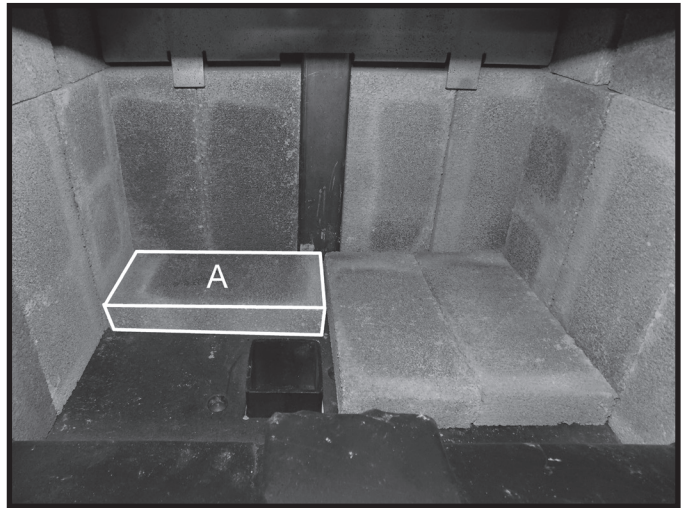

Figure 19: Troisième brique du plancher en place.
9. Placer une troisième brique A perpendiculaire aux autres et contre le mur du fond selon la Figure 19.